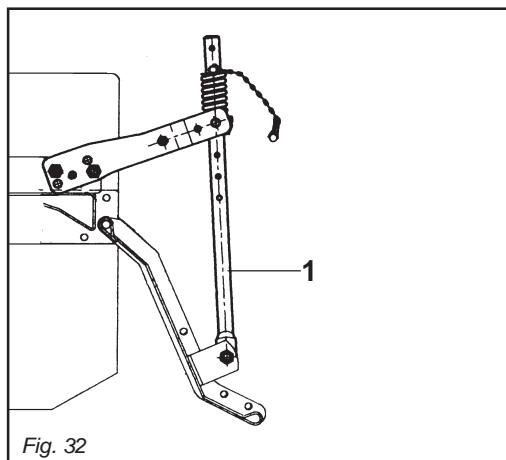

Fig. 32
- 2) Il martinetto a molla (1 Fig. 32) oltre a sostenere la lamiera livellatrice ed ammortizzarla nel trasporto su strada, serve a evitare il ribaltamento della macchina durante il parcheggio.
- 2) Besides supporting the levelling plate and acting as a shock absorber for it during road transport, the spring ram (1 Fig. 32) prevents the machine from overturning when parking.
- 2) Die Federwinde (1 Abb. 32) trägt nicht nur das Planierschild und dient beim Straßentransport zur Dämpfung von Stößen, sondern sie soll auch verhindern, daß die Maschine während des Parkens umkippt.
- 2) Le vérin à ressort (1 Fig. 32) sert de soutien à la tôle de nivellement et de suspension pendant le transport sur route, pour éviter le basculement du machine lors du stationnement.
- 2) El gato de resorte (1 Fig. 32), además de sostener la chapa de nivelación y protegerla durante el transporte en carretera, sirve para evitar el vuelco de la máquina durante el estacionamiento.